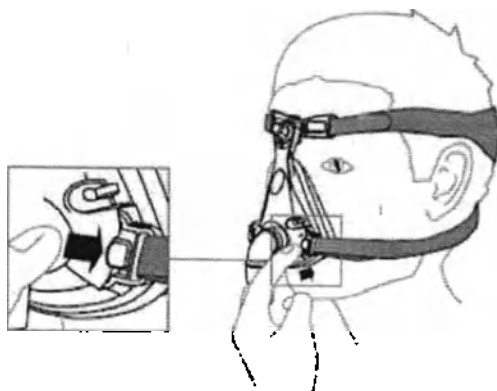

Рисунок 5 - Снятие маски
- отсоединить одну из двух клипс l) (рисунок 2) с помощью кнопки на передней части (рисунок 5);